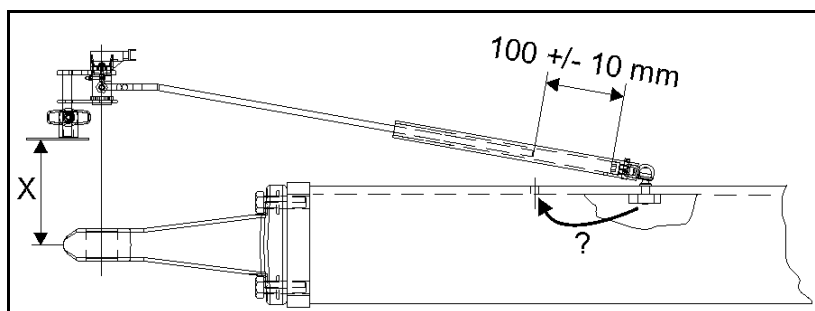

Fig. 104
- Den Abstand zwischen Kuppelpunkt und Drehwinkelgeber (Fig. 104/ X) möglichst gering halten (besonders bei Hitch-Deichsel).